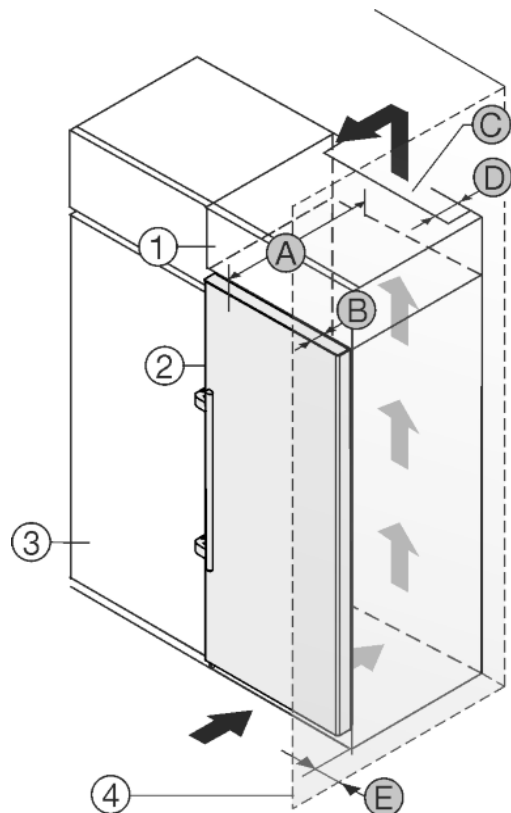

Fig. 23
Устройство может быть окружено кухонными шкафами. Чтобы уравнять устройство *Fig. 23 (2)* по высоте с кухонной стенкой, можно установить над устройством дополнительный шкафчик *Fig. 23 (1)*.
Установить устройство можно непосредственно рядом с кухонным шкафом *Fig. 23 (3)*. Чтобы можно было полностью открыть двери, устройство должно выступать на глубину *Fig. 23 (B)* относительно передней стенки кухонного шкафа. В зависимости от глубины кухонных шкафов и использования пристенных распорок устройство может выступать и больше.
- На задней стенке дополнительного шкафчика должен быть вентиляционный канал с глубиной *Fig. 23 (D)* по всей ширине этого шкафа.
- Нужно соблюдать вентиляционное отверстие *Fig. 23 (C)* под нижней панелью.
Если устройство установлено на шарнирах у стены *Fig. 23 (4)*, то нужно соблюдать расстояние *Fig. 23 (E)* между устройством и стеной. Настолько выступает ручка при открытой дверце.